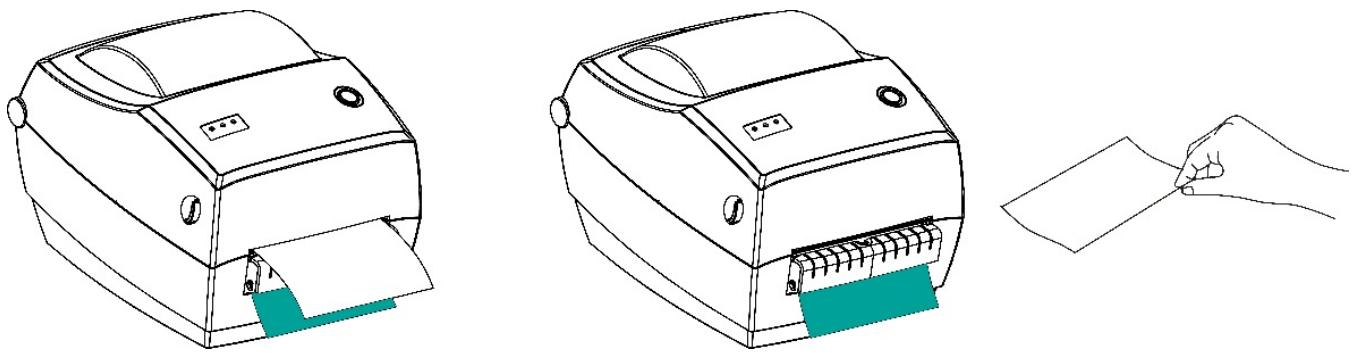

Рисунок 45. Окончание установки
- 8** Включить принтер и нажать кнопку промотки, принтер выполнит отделение одной этикетки. Чтобы была напечатана следующая этикетка, нужно снять напечатанную (рисунок 45).